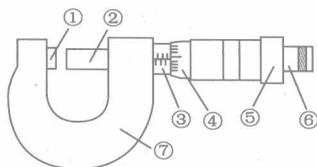

图 1-3
主要构造的名称(图1-3):①~⑦依次是:测砧、测微螺杆、固定刻度、可动刻度、旋鈕、微调旋鈕和尺架。固定刻度上的最小刻度为0.5mm(在中线的上侧);可动刻度每旋转一圈测微螺杆前进(或后退)0.5mm。在可动刻度的一周上平均刻有50条刻线,所以相邻两条刻线间代表0.01mm。读数时,从固定刻度上读取整、半毫米数,然后从可动刻度上读取剩余部分(因为是10分度,所以在最小刻度后必须再估读一位),再把两部分读数相加,得测量值。